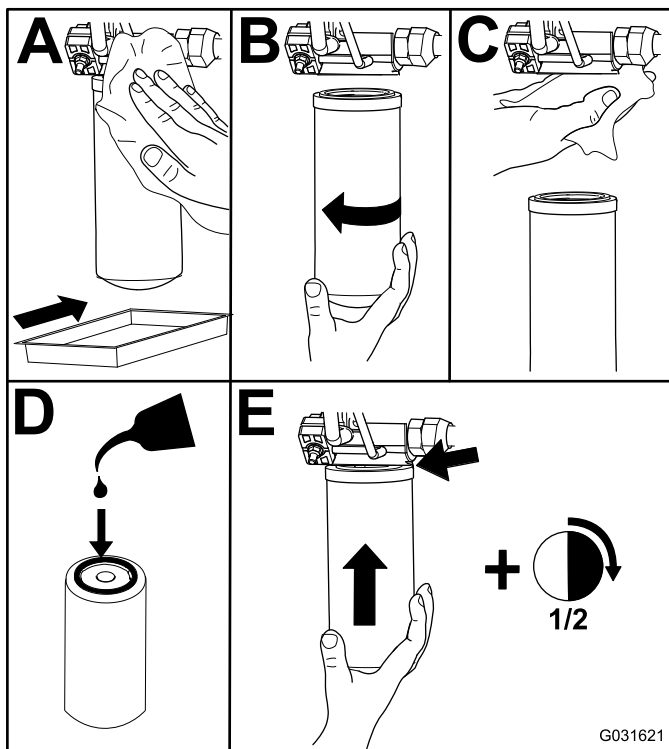

Figura 105
2. Sostituite i filtri idraulici (Figura 105).